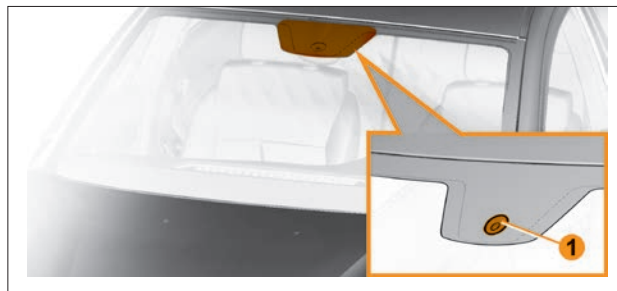

Рис. 3.9.4. Датчик освещенности и датчик дождя (в варианном исполнении)
**В варианном исполнении** автомобиль оснащается датчиком освещенности. Датчик освещенности **1** (рис. 3.9.4) совмещен с датчиком дождя и расположен в едином блоке на ветровом стекле за зеркалом заднего вида.
**В варианном исполнении** автомобиль оснащается датчиком дождя. Датчик дождя совмещен с датчиком освещенности и расположен на ветровом стекле за зеркалом заднего вида (см. рис. 3.9.4).